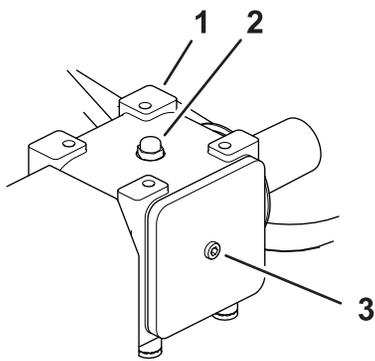

Figure 30
1. Nettoyez le bouchon de remplissage pour éviter la contamination (Figure 30).
5. Installez le boulon à tête creuse sur l'arrière du boîtier d'engrenages (Figure 30).
1. Nettoyez le bouchon de remplissage et le bouchon de vidange pour éviter la contamination (Figure 30).
7. Installez le boulon à tête creuse sur l'arrière du boîtier d'engrenages (Figure 30).